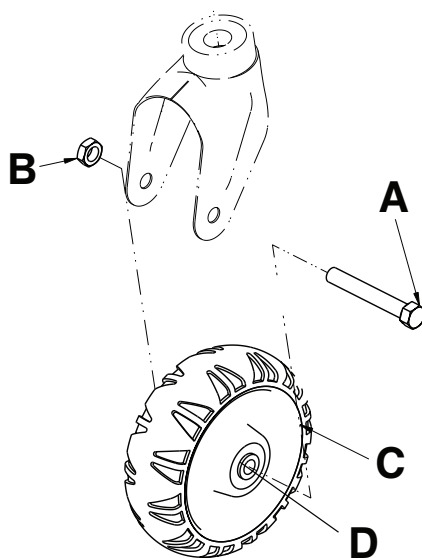

図 4 - ホイールカバーのないコットの車輪
2. 5/8インチソケットと、3/8インチ駆動ラチェット、11/16インチコンビネーションレンチを使用して、六角頭ネジ (A) を取り外し、車輪 (C) をキャストのホーンに固定しているナット (B) を取り外します (図 4)。コットの足側端部の患者右側に位置し、取り付けられたホイールガイドアセンブリに使用されています。ボルトを保管しておきます。ナットは廃棄します。
3. 2つのブッシング (D) を車輪から取り外して廃棄します (図 4)。